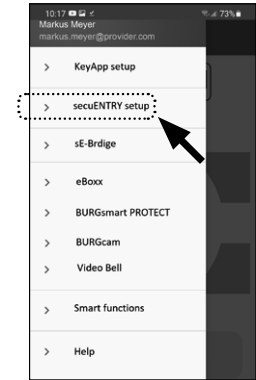

Abb. 80
- 2 Tippen Sie den Menüpunkt „*secuENTRY setup*“ (Abb. 80) an.